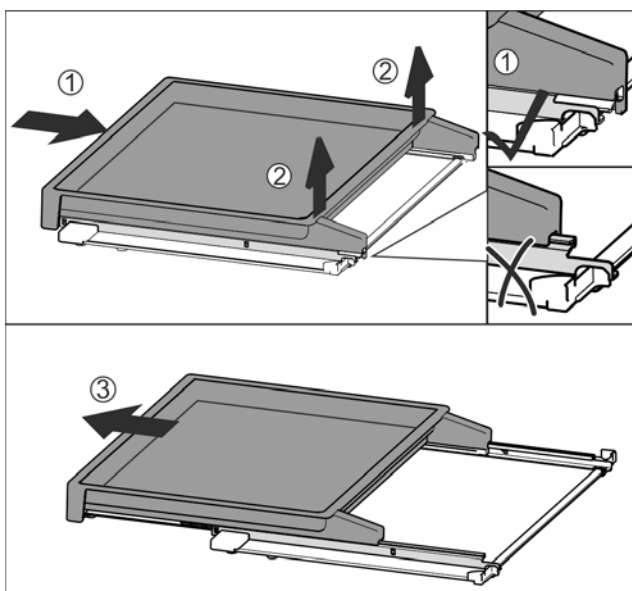

Fig. 112
- Вставить вытяжную панель полностью Fig. 112 (1).
- Отпустить фиксацию на задней стороне Fig. 112 (2).
- Извлеките вытяжную панель движением вперед Fig. 112 (3).